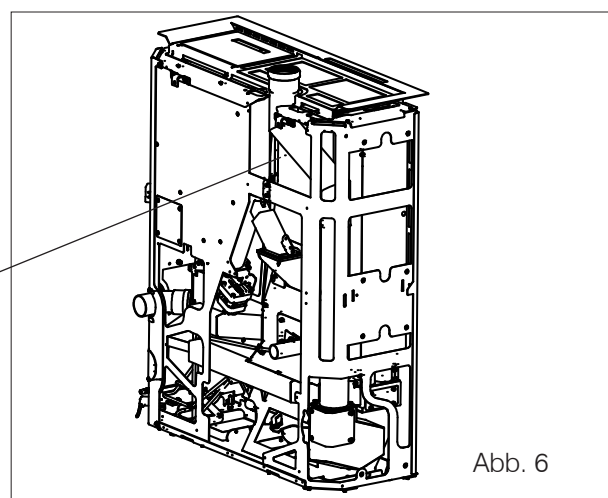

Abb. 6
6. Den mittels Schnappmontage befestigten oberen Abschnitt des Rauchabzugsrohrs (H) entfernen. Siehe Abbildung 6 und 6a.